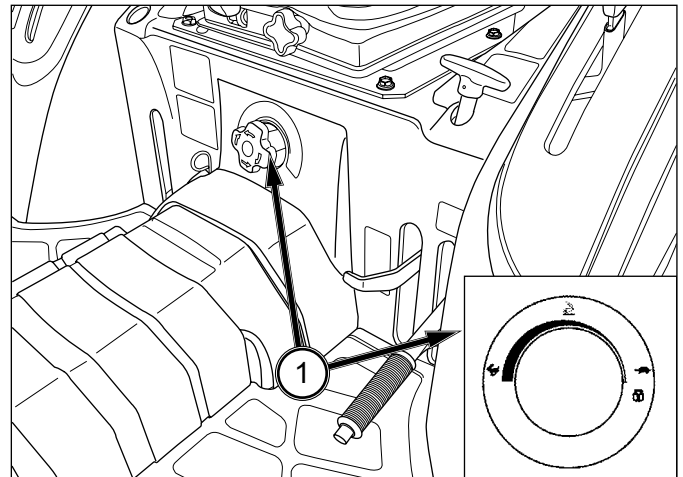

FIG. 4-27
FIG. 4-27: La molette, (1), règle la vitesse d'abaissement du crochet d'attelage et de l'équipement. Tournez la molette dans le sens horaire pour réduire la vitesse et dans le sens antihoraire pour augmenter la vitesse d'abaissement. En tournant la molette complètement dans le sens horaire, l'équipement (ou le crochet) est bloqué en position levée pour un déplacement.